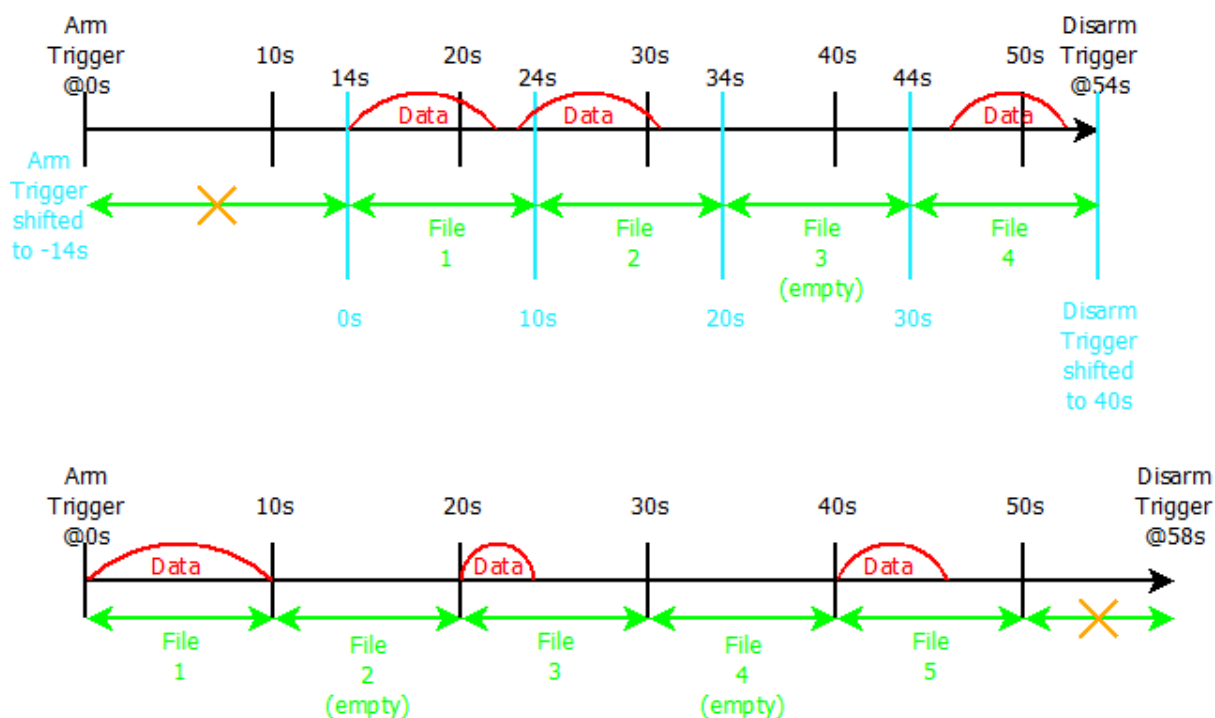

Fig. 5.6: マルチファイル記録における特殊なケース 1。分割期間：10 秒
- トリガーを有効化した後にデータ記録が行われない：トリガーを有効化してから最初の記録イベントが発生するまでに一定の時間がかかると、この期間の時間が無効となり、「0 秒」の位置が **Arm Trigger** の位置から最初の記録イベントが発生した位置に移動します。したがって、最初のデータファイルは、トリガーが有効化された時点ではなく、最初の記録イベントが発生した時点から開始されます。以下の図 Fig. 5.6 でこのケースを説明します。